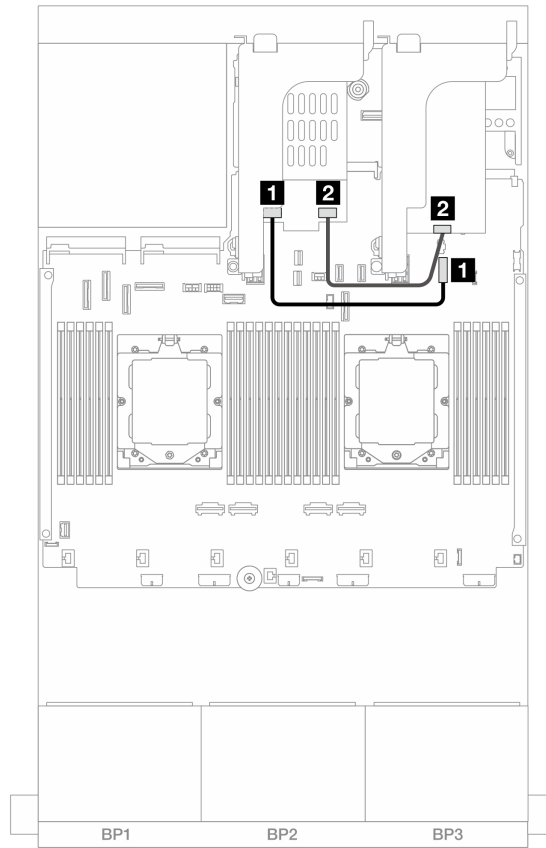

図 308. RAID ケーブル配線
- 331 ページの 図 308 「RAID ケーブル配線」